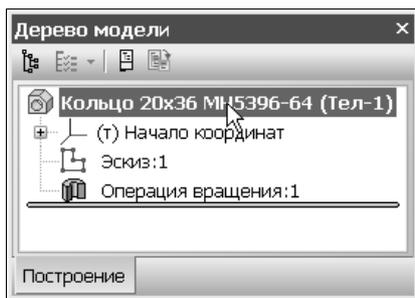

Рис. 9.97. Выделение наименования компонента в Дереве модели
1. Откройте файл с трехмерной моделью кольца. Выйдете в его свойства и в поле наименования введите **Кольцо 20х36 МН5396-64**. Сделайте активным первый пункт Древа модели (рис. 9.97).